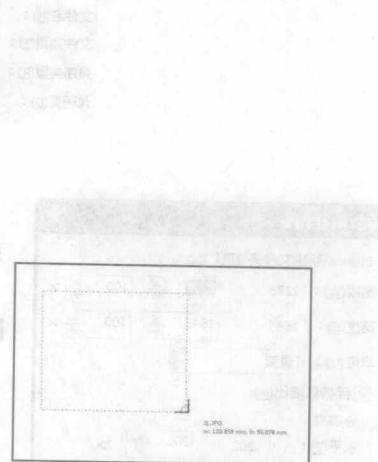

图 1-11 导入文件
**小窍门：**在绘图页面中所需位置单击，可导入该文件；也可以用单击鼠标并在画面中拖出一个所需大小的虚框，松开鼠标后即可将该文件导入，如图 1-11 所示。
(1) 导入时“裁剪”位图。在绘制图形的过程中，常常需要导入位图素材图片。由于位图的文件尺寸比较大，而大多数时候，只需要素材图片中的某一部分，可以通过如下的操作，将需要的部分剪切下来再导入。